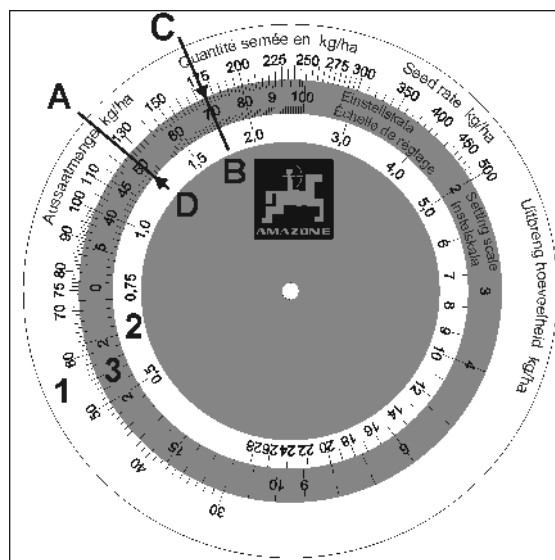

Fig. 40
Telleskiven består av tre skalaer: en hvit skala ytterst (Fig. 40/1) for alle såmengder over 30 kg/ha og hvit skala innerst (Fig. 40/2) for alle såmengder under 30 kg/ha. På den fargede skalaen mellom de to hvite (Fig. 40/3) står girstillinger fra 1 til 100.
2. Plasser såmengden 125 kg/ha (Fig. 40/A) og "Girstilling 50" (Fig. 40/B) rett overfor hverandre på telleskiven.
3. Nå kan du lese av på telleskiven riktig girstilling for din såmengde på 175 kg/ha (Fig. 40/C). I vårt eksempel blir dette "Girstilling 70" (Fig. 40/D).
1. Før du tømmer såkassen, setter du samlebøtter under åpningene på tømmerørene (Fig. 40/1).